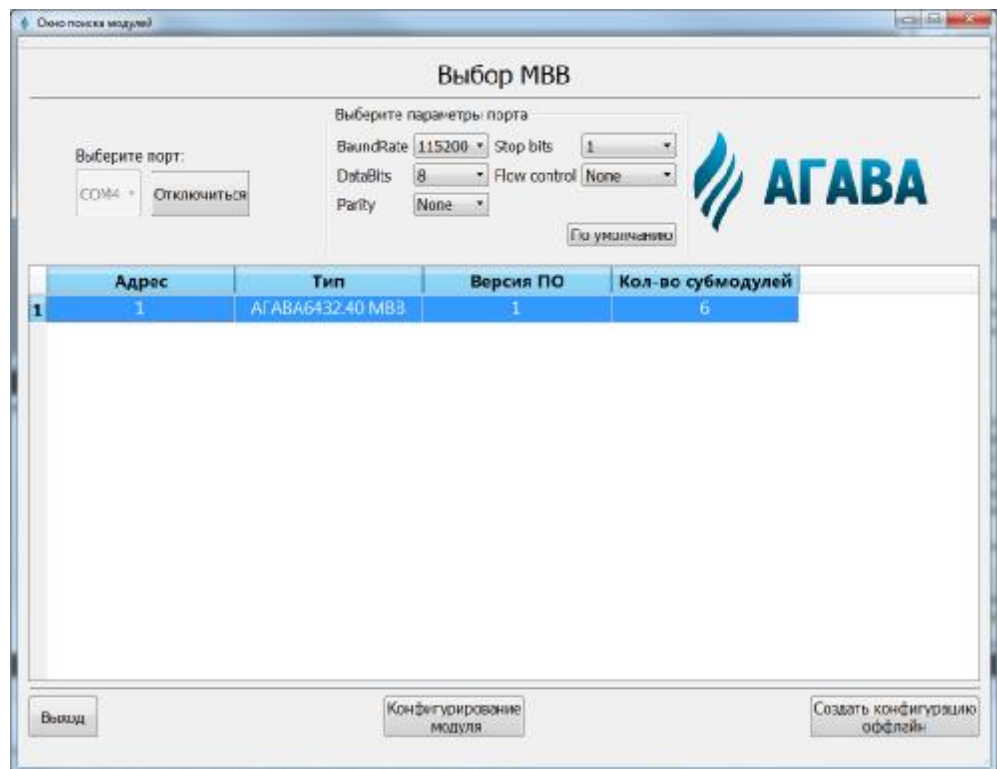

Рисунок 6-1
- 3) выбрать порт и нажать кнопку «Подключиться», дождаться пока завершится поиск модулей (см. Рисунок 6.1 Рисунок 6-1);